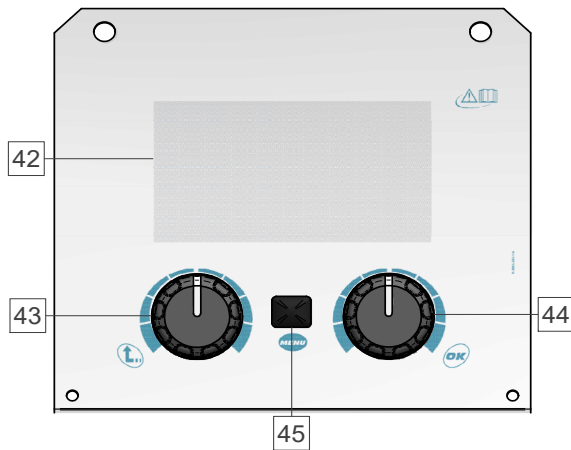

Figura 8
- Vista PRO (Figura 8)
- Selezionare una delle viste (Basic – Figura 7, o PRO – Figura 8).